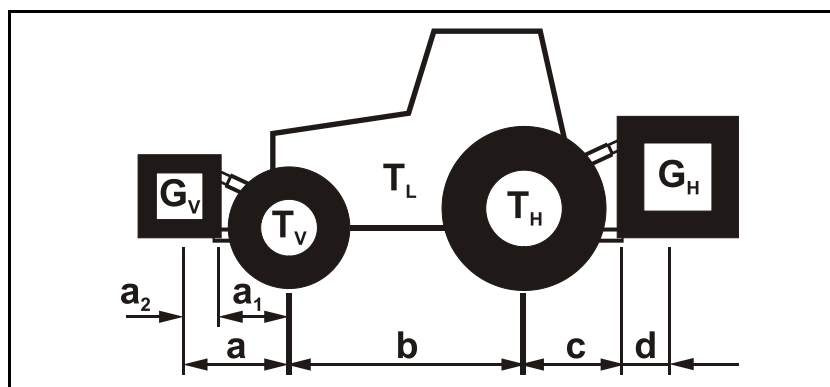

Fig. 56
2. Skru ut låseskruen (Fig. 56/1) på vernetrakten.